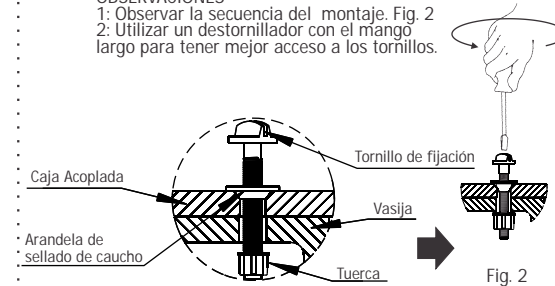

Fig. 2
A continuación alinear los agujeros de la caja con el sanitario y colocar los tornillos (acompañan la caja de descarga). El tornillo debe estar trabado con la llave, enroscar la tuerca hasta apoyarla en la vasija, al apretarla se debe usar la llave, no es necesario asegurar la tuerca con las manos. Fig. 2. Recomendamos uso de la llave 1/2" x 12".
- 1: Observar la secuencia del montaje. Fig. 2